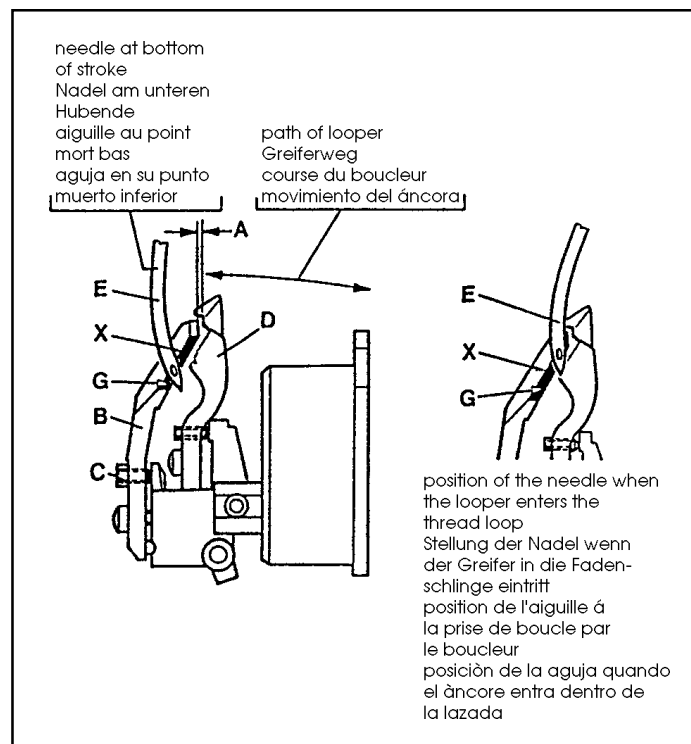

Fig. 6
Adjust the looper (D, Fig. 6) as described in paragraph "Setting the looper", see page 10.
Note: It is advisable to remove the rear needle guard (B, Fig. 6) for setting the looper.
Assemble the rear needle guard (B, Fig. 6). With set screw (C) adjust the distance (A) between looper (D) and rear needle guard (B) to 0.5 mm (.020 in.).
Laterally (front to rear) set the rear needle guard (B, Fig. 6) with its guarding surface (G) close to the needle (E) even so that it barely contacts it, to avoid hitting of the needle by the looper point.
Edge (X, Fig. 6) on the guarding surface (G) of the rear needle guard (B) should not essentially disturb the needle thread. If disturbance of the needle thread occurs it can be eliminated by slightly changing the 0.5 mm (.020 in.) distance between looper and rear needle guard as well as by slightly changing the needle height.
Stellen Sie den Greifer (D, Fig. 6) wie im Abschnitt "Einstellung des Greifers" beschrieben ein, siehe Seite 10.
BEACHTEN SIE: Es ist ratsam, zum Einstellen des Greifers den hinteren Nadelanschlag (B, Fig. 6) zu entfernen.
Bauen Sie den hinteren Nadelanschlag (B, Fig. 6) ein. Stellen Sie mit dem Gewindestift (C) den Abstand (A) zwischen Greifer (D) und hinterem Nadelanschlag (B) auf 0,5 mm.
Seitlich (von vorne nach hinten) stellen Sie den hinteren Nadelanschlag (B, Fig. 6) mit seiner Schutzfläche (G) dicht an die Nadel (E), so dass er sie gerade berührt, um zu verhindern, dass die Nadel von der Greiferspitze getroffen wird.
Die Kante (X, Fig. 6) an der Schutzfläche (G) des hinteren Nadelanschlages (B) soll den Nadelfaden nicht wesentlich stören. Tritt eine Störung des Nadelfadens auf, kann diese durch leichtes Verändern des 0,5 mm Abstands zwischen Greifer und hinterem Nadelanschlag sowie durch leichtes Verändern der Nadelhöhe beseitigt werden.
Régler le boucleur (D, Fig. 6) comme indiqué au paragraphe "Réglage du boucleur" page 10.
Monter le protège aiguille arrière (B, Fig. 6). Avec la vis (C) régler à 0,5 mm la distance (A) entre le boucleur (D) et le protège aiguille arrière (B).
Régler latéralement (avant-arrière) le protège aiguille arrière (B, Fig. 6) avec la surface de protection (G) près de l'aiguille de même qu'elle frôle pour éviter tout contact avec la pointe du boucleur.
Le bord (X, Fig. 6) du protège aiguille ne doit surtout pas interférer avec le fil d'aiguille. Si cela se produit, il est possible d'y remédier en modifiant légèrement de 0,5 mm entre le boucleur et le protège aiguille et, éventuellement, en changeant la hauteur de l'aiguille.
Ajustar el ánclora (D, Fig. 6) tal como se describe en el párrafo "Colocación del ánclora", ver página 10.
Montar el salva agujas posterior (B, Fig. 6). Con el tornillo de fijación (C) ajustar la distancia (A) entre ánclora (D) y salva agujas posterior (B) para que sea de 0,5 mm. La aguja deberá encontrarse permanentemente en contacto con la superficie (G) del salva agujas posterior (B) durante todo el recorrido de la aguja, desde el punto muerto inferior, hasta que el ánclora entra en la lazada del hilo aguja.
Ajuste lateral (de detrás hacia adelante) del salva agujas posterior (B, Fig. 6) en la zona (G), que deberá estar lo más cerca posible de la aguja (E), de forma de que apenas tome contacto con el salva agujas (E) para evitar el choque entre la punta del ánclora y aguja.
El canto (X, Fig. 6) de la zona de contacto (G), del salva agujas posterior (B), debe situarse de manera que no desvie el hilo de la aguja. Si esto ocurre, puede eliminarse moviendo ligeramente la distancia de 0,5 mm que existe ánclora y salva agujas posterior, o variando ligeramente la altura de la aguja.